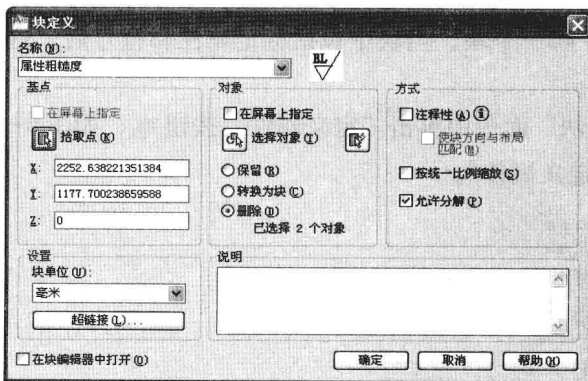

图 6-1-9
(4) 在“块”面板中单击“创建块”按钮, 打开“块定义”对话框，在名称框中输入块名为“属性粗糙度”。在“对象”项目下选择“删除”，单击“选择对象”按钮, “块定义”对话框暂时消失。在视图中单击粗糙度图形（或者粗糙度块对象），再单击标记属性EL，按Enter键完成对象选择。
(5) 此时重新打开了“块定义”对话框，在“基点”项目下，单击“拾取点”按钮, 在视图中捕捉粗糙度图形左下角的端点作为基点。此时重新打开了“块定义”对话框，如图6-1-9所示，单击“确定”按钮，即可将选择的图形和标记属性定义为块，并删除了选择的对象。